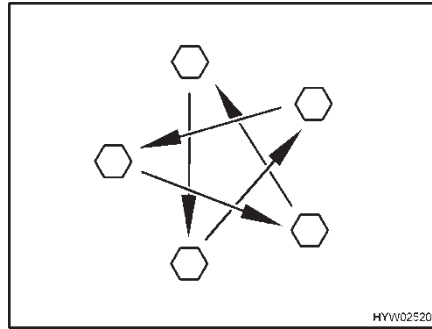

Fig. 196 Apretar las tuercas o los tornillos de las ruedas en forma de cruz
- Comprobar periódicamente que las tuercas o tornillos de las ruedas estén firmemente apretados. Volver a apretar las tuercas de rueda o los tornillos de rueda de una rueda cambiada después de 50 km (Fig. 196). Par de apriete, véase apartado 14.5.2.
- Al utilizar llantas nuevas o recién pintadas, reajustar además las tuercas de rueda o los tornillos de rueda después de aprox. 1000 a 5000 km (Fig. 196).
- ▷ Apretar en forma de cruz las tuercas o los tornillos de las ruedas (Fig. 196).